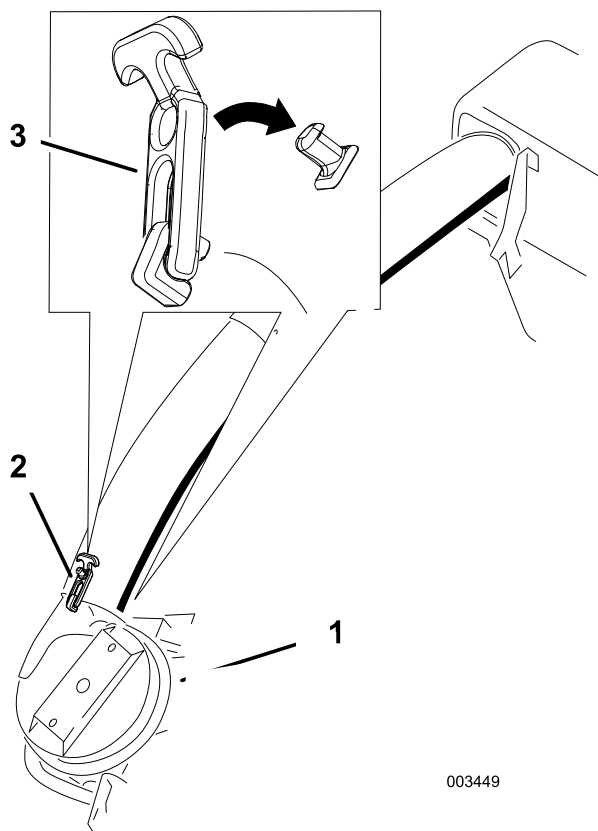
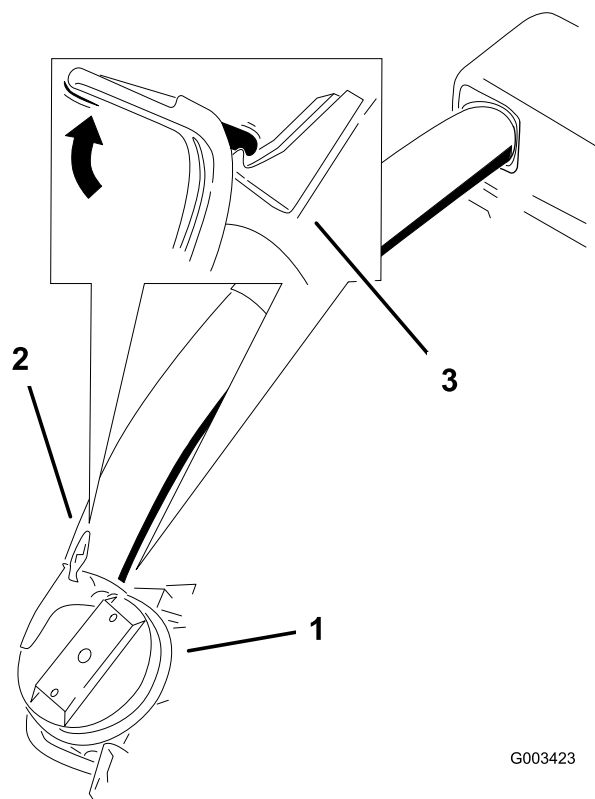

Figura 27
Figura 28
9. Deslice el tubo inferior sobre la bota y conéctelos con el cierre (Figura 27 o Figura 28).